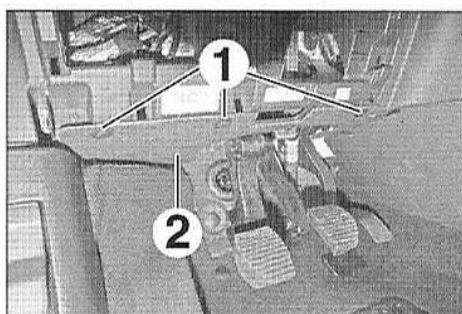
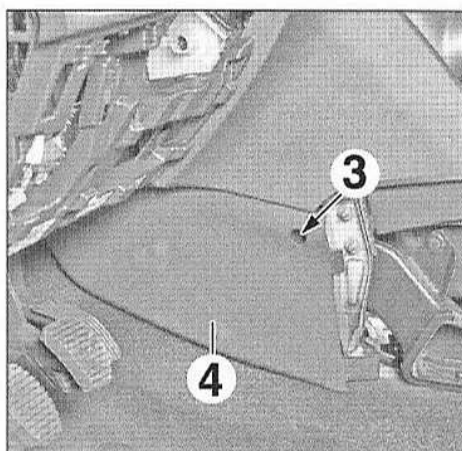
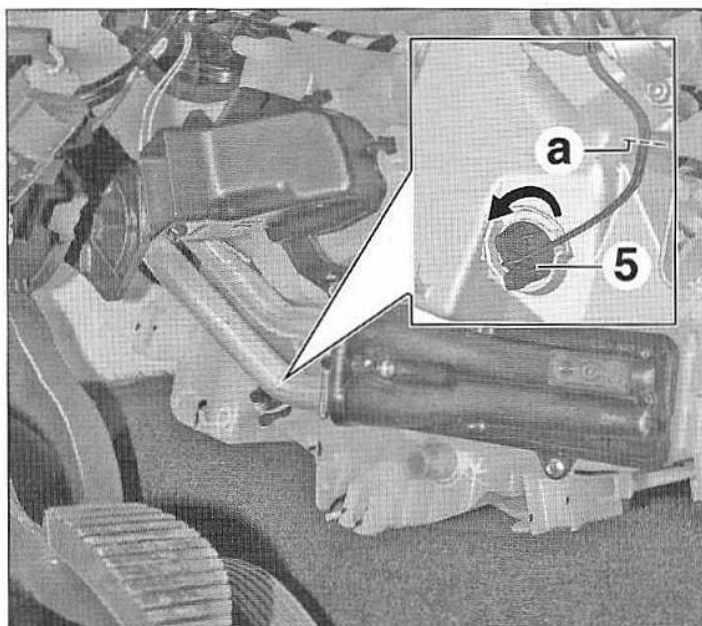
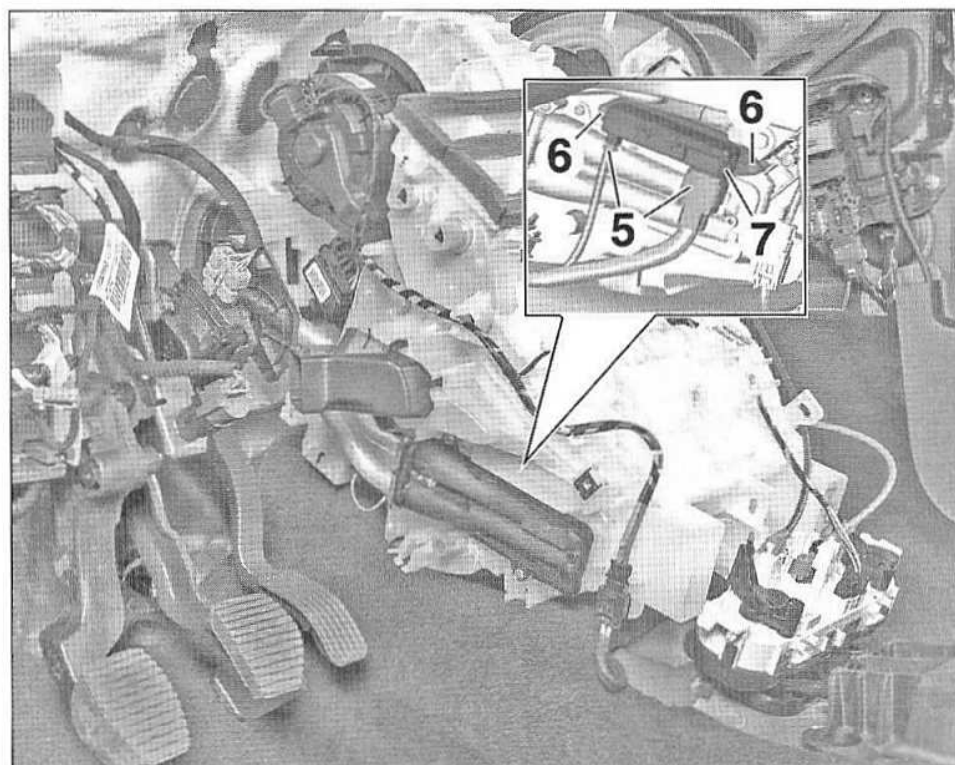

FIG.38
FIG.39
FIG.46
FIG.47
- Déposer (Fig.38) :
- les agrafes (1),
- la garniture inférieure gauche (2).
- Déposer la vis (3) (Fig.39).
- Dégrafer et déposer la garniture latérale gauche de console centrale (4).
- Couper les deux fils en (a) et récupérer la sonde (5) en la tournant dans le sens antihoraire (Fig.46).
- Débrancher les connecteurs (5) (Fig.47).
- les vis (6),
- les résistances chauffantes additionnelles (7).